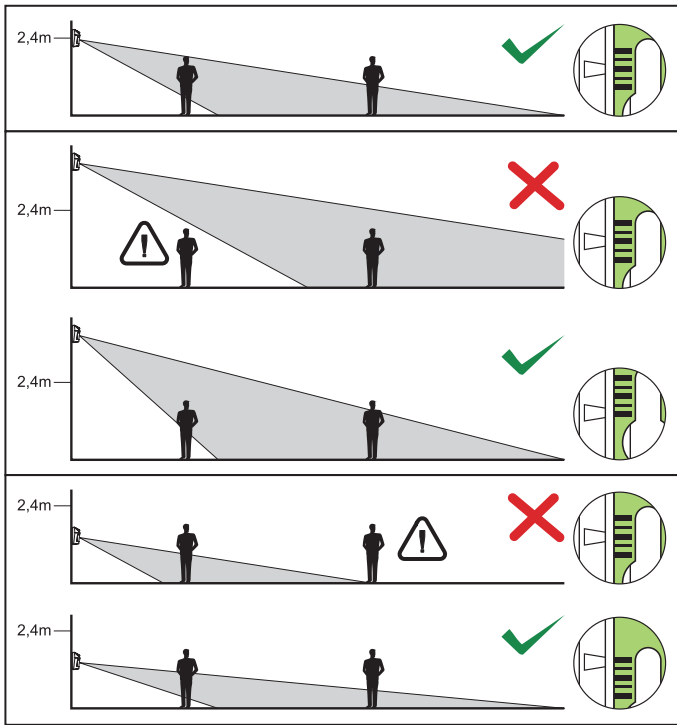

Рис. 4. Влияние высоты монтажа на защищаемую извещателем зону и способ позиционирования пирозлемента по отношению к линзе с целью оптимальной установки.
7 – градуировка для позиционирования пирозлемента по отношению к линзе (см. Таблицу 1 и Рисунок 4).
6. Закрепите плату электроники, учитывая высоту монтажа извещателя (см. Таблицу 1 и Рисунок 4).